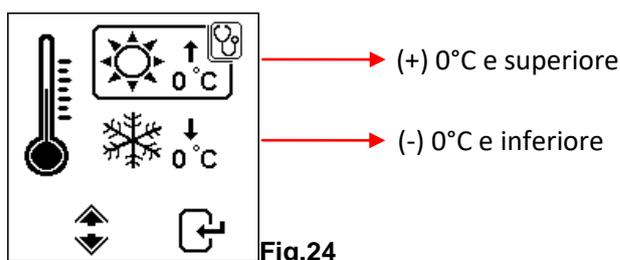

Fig.24
14. Qualora l'analizzatore dovesse rilevare una tensione della batteria inferiore al 75% della condizione ideale, prenderà in considerazione la temperatura ambiente e richiederà l'inserimento della temperatura da parte dell'utente come mostrato nella Fig.24 sotto: